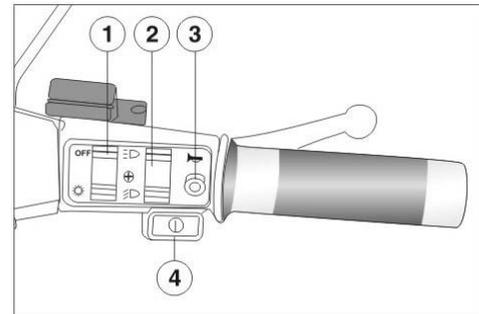

Fig. 13
3.1 **Lato destro del manubrio (Fig. 13).**